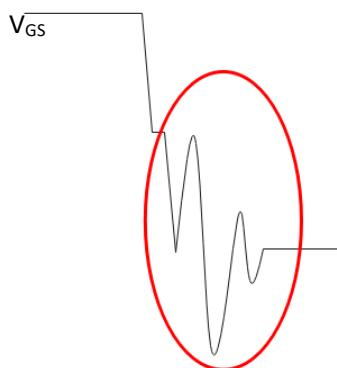

图 11-4 棚极振铃现象
- 1) 栅极信号振铃，导致 MOS 损坏（如图 11-4 所示）；